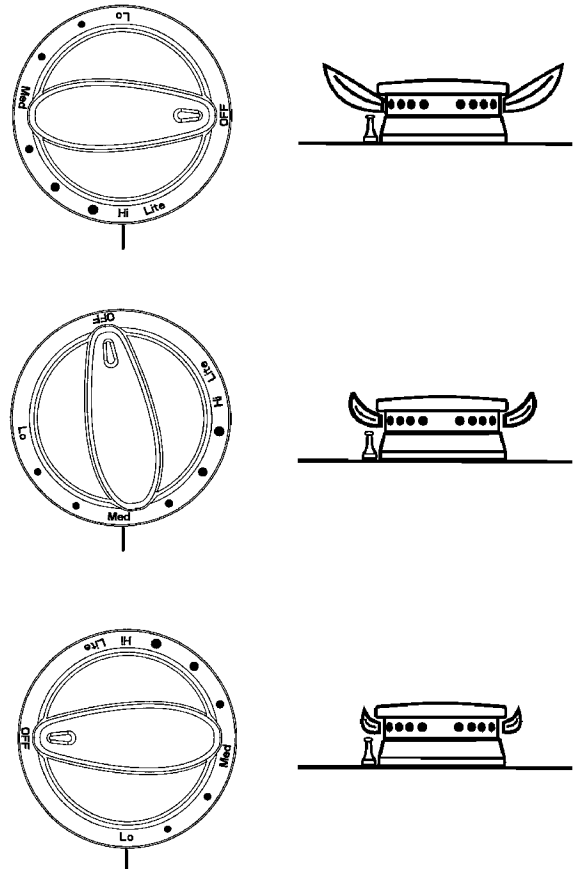

FIGURA 13
Después de terminar los pasos A, B y C de conversión, revise la apariencia de la llama de cada quemador en los ajustes HI y LO contra los de la figura 13. Si las llamas parecen estar demasiado grandes o pequeñas, revise cada paso para asegurar que se realizaron correctamente.
6. Comenzando en la posición LP (vea el núm. 5 de la página 9, bajo C, AJUSTE DE LA LLAMA BAJA), gire el tornillo en contra del sentido de las manecillas del reloj hasta que la llama se estabilice y se vea igual a la del dibujo del ajuste "low" de la figura 13. El ajuste correcto producirá una llama azul regular y uniforme de tamaño mínimo. El ajuste final debe revisarse girando la perilla de alto a bajo varias veces sin apagar la llama.
Después de realizar los pasos A, B y C, revise la apariencia de la llama de cada quemador en el ajuste Hi y Lo contra la figura 13. Si las llamas parecen estar demasiado grandes o pequeñas, asegúrese de que todos los pasos se siguieron correctamente.